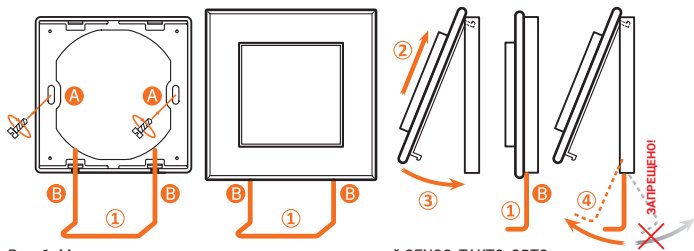
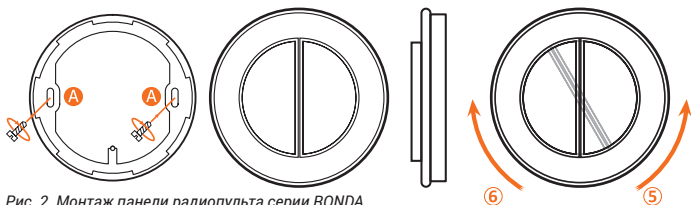

Рис. 1. Монтаж и демонтаж панели радиопульты серий SENSO, TAKTO, ORTO
Рис. 2. Монтаж панели радиопульта серии RONDA
- Закрепите специальную квадратную пластиковую рамку на стене с помощью двух саморезов в отверстия (А) на рис. 1 или приклейте ее на любую ровную поверхность с помощью двухстороннего скотча (рис. 1). Монтировать рамку серий SENSO, TAKTO, ORTO к стене нужно так, чтобы прорези (В) на рамке были направлены вниз.
- Вставьте корпус панели в специальную пластиковую рамку (2). Нажмите на панель до щелчка (3) на рис. 1.
- Для отсоединения панели от пластиковой рамки понадобится специальная П-образная скоба (1) (входит в комплект), которую нужно вставить в специальные отверстия (В) на нижней стороне корпуса панели. Аккуратно потянув скобу на себя (4), отщелкните (отожмите) пластиковые защелки и снимите панель.
- Закрепите специальную круглую пластиковую рамку на стене с помощью двух саморезов в отверстия (А) на рис. 1 или приклейте ее на ровную поверхность с помощью двухстороннего скотча (рис. 2)
- Поверните панель по часовой стрелке до щелчка (6).
- Для отсоединения панели от пластиковой рамки поверните панель против часовой стрелки до упора (5) (рис. 2).